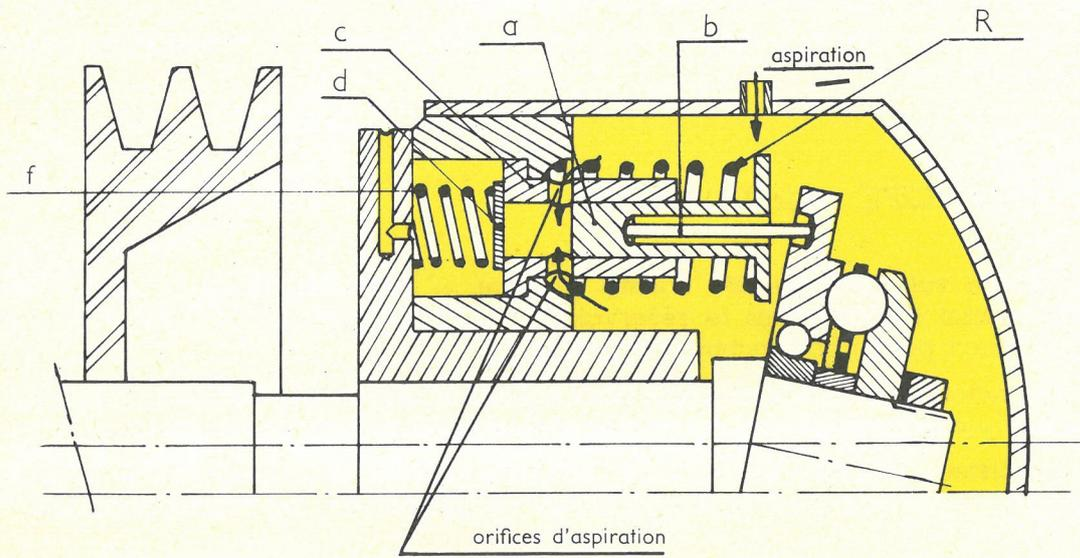

fig. 2
Demi-tour de plateau : recul de la tige de poussée (fig. 2).
conjonction fig. 2
Après mise en marche du moteur (fig. 2), le liquide refoulé par la pompe passe par la chambre (C) du conjoncteur-disjoncteur et se dirige vers les circuits d'utilisation en soulevant le clapet anti-retour (a) et la membrane (m); le volume de gaz diminue et la pression croît dans les chambres (A - B - C); (D) reste toujours à la pression atmosphérique (communication avec le réservoir).